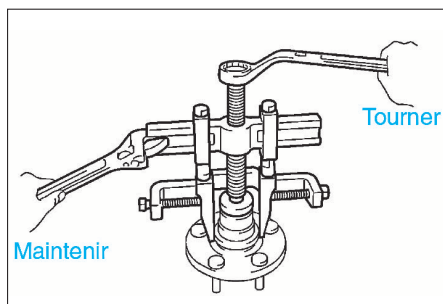

FIG. 15
- Extracteur à mâchoire (fig. 15).
- Extraire la bague intérieure du moyeu à l'aide d'un extracteur à mâchoire (fig. 15).